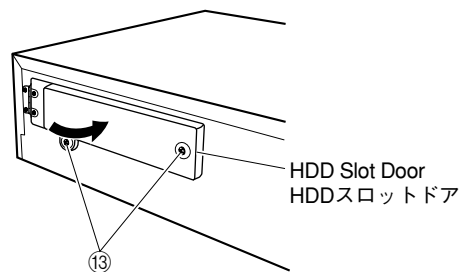

Fig. 15
- h. Close the HDD slot door and tighten the 2 screws (13) on the HDD slot door. (Fig. 15)
- h. HDDスロットドアを閉じて、13のネジ2本をしめます。(Fig. 15)